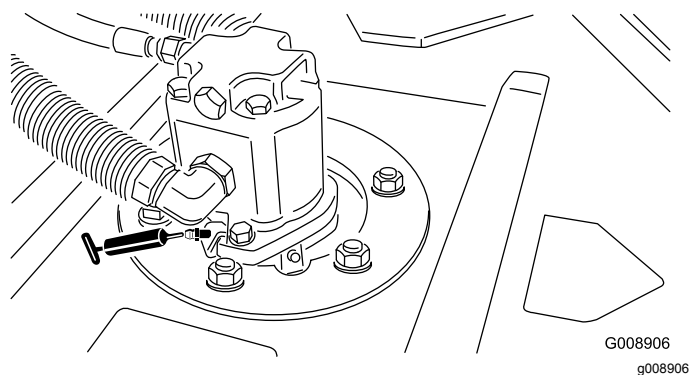

Рисунок 43
- Подшипники шпинделя режущего блока (по 2 шт. на режущий блок) (Рисунок 43)